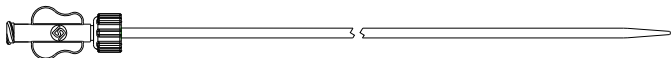
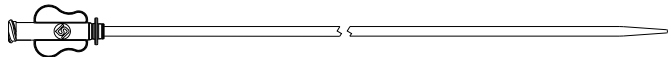

Fig.3 Dilatateur (série 800)
Fig.4 Dilatateur (série 550/700/900)
- 2) Dilatateur (Fig.3 et Fig.4)